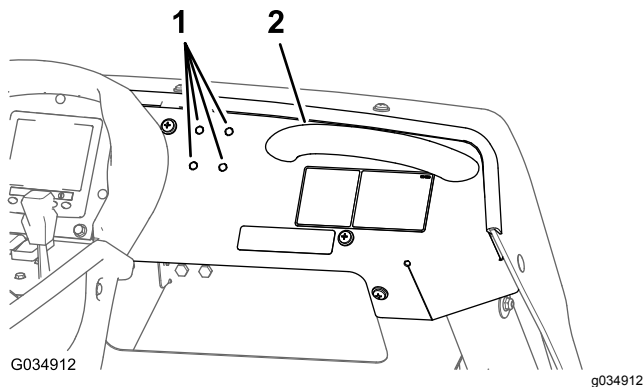

Рисунок 129
1. Найдите 4 заглушки выштамповки отверстий (¼ дюйма) в приборной панели, расположенные слева от поручня (Рисунок 129).
2. Удалите 4 заглушки выштамповки из отверстий в приборной панели (Рисунок 129).